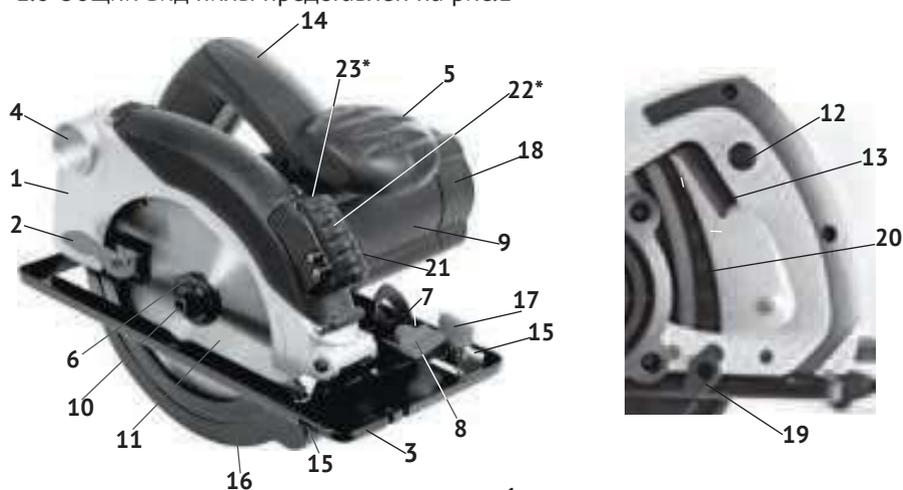
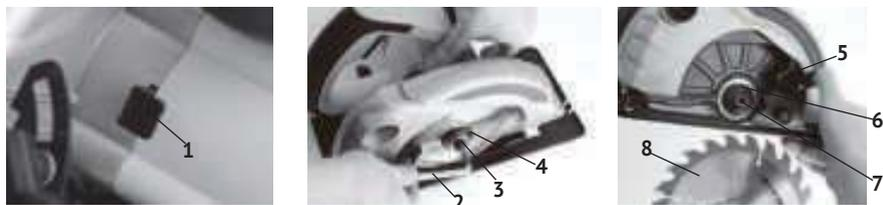

рис. 1
рис.2
1.6 Общий вид пилы представлен на рис.1
1.7 Пила состоит из коллекторного двигателя в пластиковом корпусе (рис.1 поз.9) с закреплённой на нём рукояткой (рис1 пз.14) и металлического редуктора, совмещённого с верхним неподвижным кожухом (рис.1 поз.1).
Крутящий момент с якоря электродвигателя, через шестерню, передаётся на шпиндель, соосный с электродвигателем. На шпиндель пилы, между опорным и зажимным (рис.1 поз.6) фланцами крепится пильный диск (рис.1 поз.11). Это основной рабочий инструмент пилы.
1.8 Клавиша выключателя (рис.1 поз.13) расположена в передней части рукоятки (рис.1 поз.14). Во избежание самопроизвольного включения инструмента, выключатель снабжён блокировкой клавиши (кнопка блокировки, рис.1 поз.12, расположена на левой части рукоятки). Включение пилы осуществляется нажатием на клавишу выключателя (рис.1 поз.13) указательным пальцем после нажатия и удержания кнопки блокировки большим пальцем. Пила отключается при отпускании клавиши выключателя, при этом кнопка блокировки (со щелчком) возвращается в исходное положение - «заблокировано».
Для обеспечения точности реза, модель ЭПД-1700/190+ укомплектована лазерной направляющей. Блок лазера (рис.1 поз.22) расположен на верхнем кожухе пилы. Кнопка включения лазера (рис.1 поз.23) находится в торце лазерного блока.
Для установки (замены) диска необходимо (см.рис.2):
- зафиксировать шпиндель (рис.2 поз.7), нажав на рычаг стопора (рис.2 поз.1);
- открутить ключом (рис.2 поз.2) винт крепления диска (рис.2 поз.3), снять зажимной фланец (рис.2 поз.4);
- переместить вверх за рычаг (рис.2 поз.5) нижний подвижный кожух (рис.1 поз.16), снять пильный диск (при замене);
- очистить опорный (рис.2 поз.6) и зажимной фланцы;
- установить на шпиндель (рис.2 поз.7) пильный диск (рис.2 поз.8);
- ослабить винт (рис.1 поз.19) фиксации глубины пропила;
- установить опорную плоскость направляющей плиты (рис.1 поз.3) на распиливаемую заготовку;
- ослабить ручку (рис.1 поз.8) фиксации угла наклона;
- наклонив за рукоятку двигатель с диском, выставить по шкале кронштейна (рис.1 поз.7) необходимый угол пиления;
Внимание! При пилении под наклоном, значение глубины пропила, устанавливаемое по шкале (рис.1 поз.20), не совпадает с истинным значением. Глубина пропила в данном случае равна перпендикуляру от вершины пильного зуба к плоскости направляющей плиты.
- ослабить винт (рис.1 поз.17) фиксации параллельного упора;
- вставить в отверстия (рис.1 поз.15) и пазы направляющей плиты (справа или слева от пильного диска) линейку упора;
- зафиксировать винтом (рис.1 поз.17) установленный упор.
Внимание! Не фиксируйте нижний подвижный кожух (рис.1 поз.16) в открытом положении. Это может привести к заклиниванию диска, а также к травмам и повреждениям. Кожух будет автоматически сдвигаться при подаче заготовки.
3.2 Для замены щёток необходимо снять заднюю крышку (рис.1 поз.18) корпуса двигателя, открутив винты крепления. Вынуть щётки из щёткодержателей и заменить их новыми. Щётки следует заменять парой для обеспечения равной